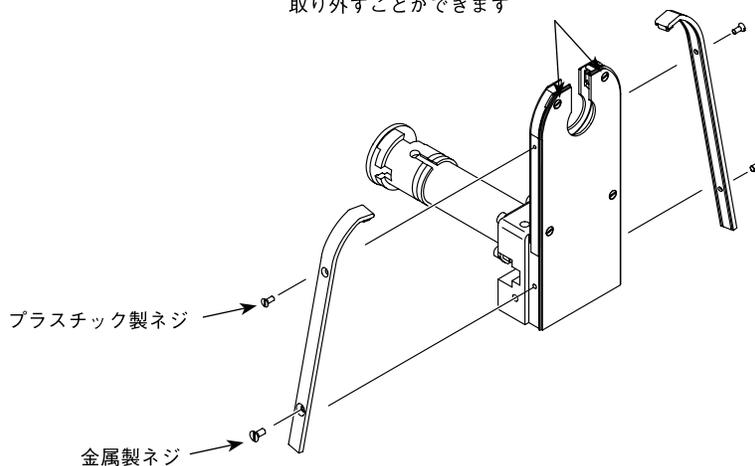

図 46：サイド・シールドを取り外す
3. サイド・シールドの底部を持ち上げて、メタル・インサートから外します。図 46 をご参照ください。